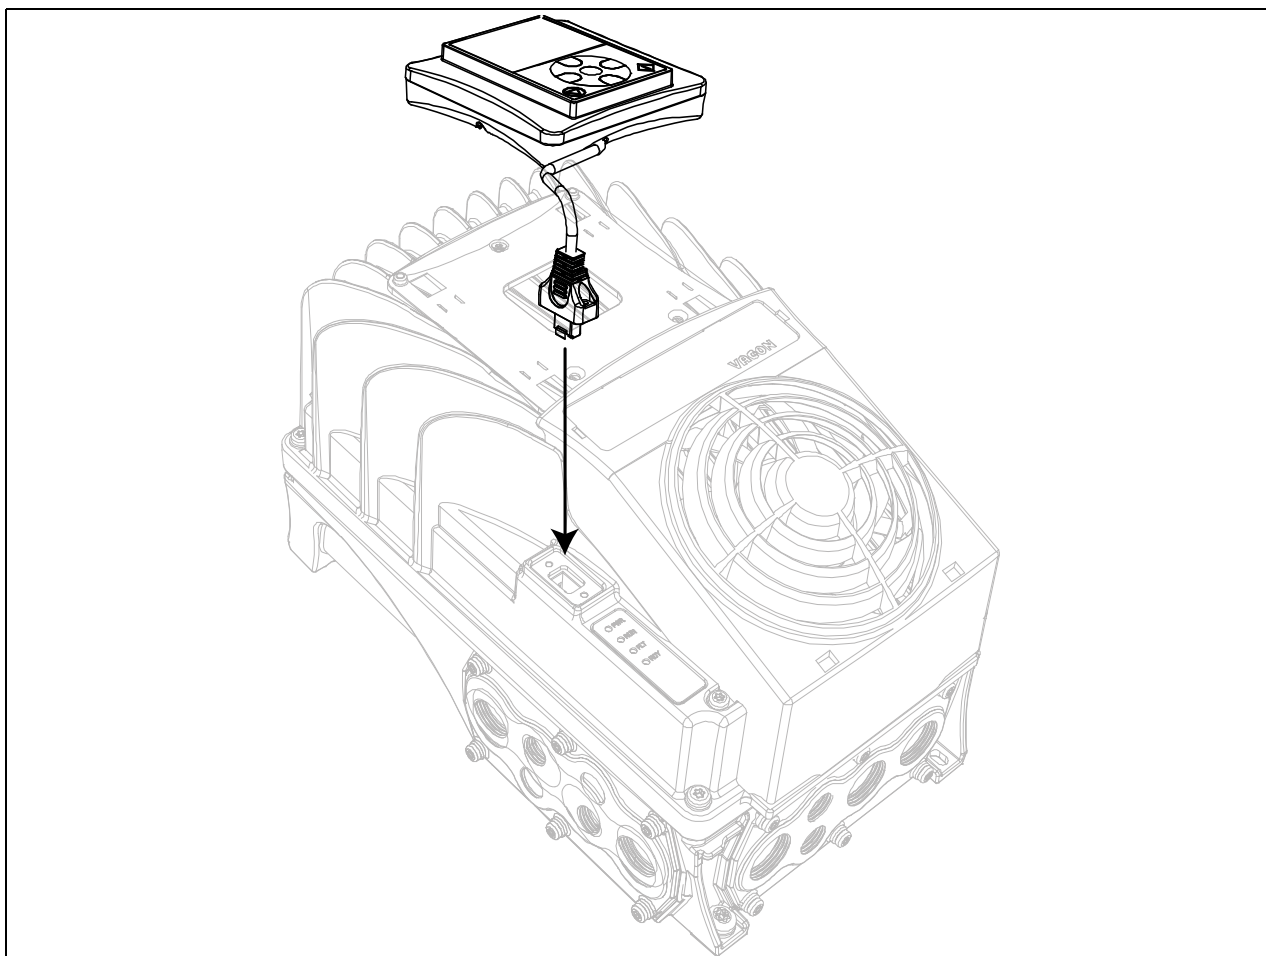
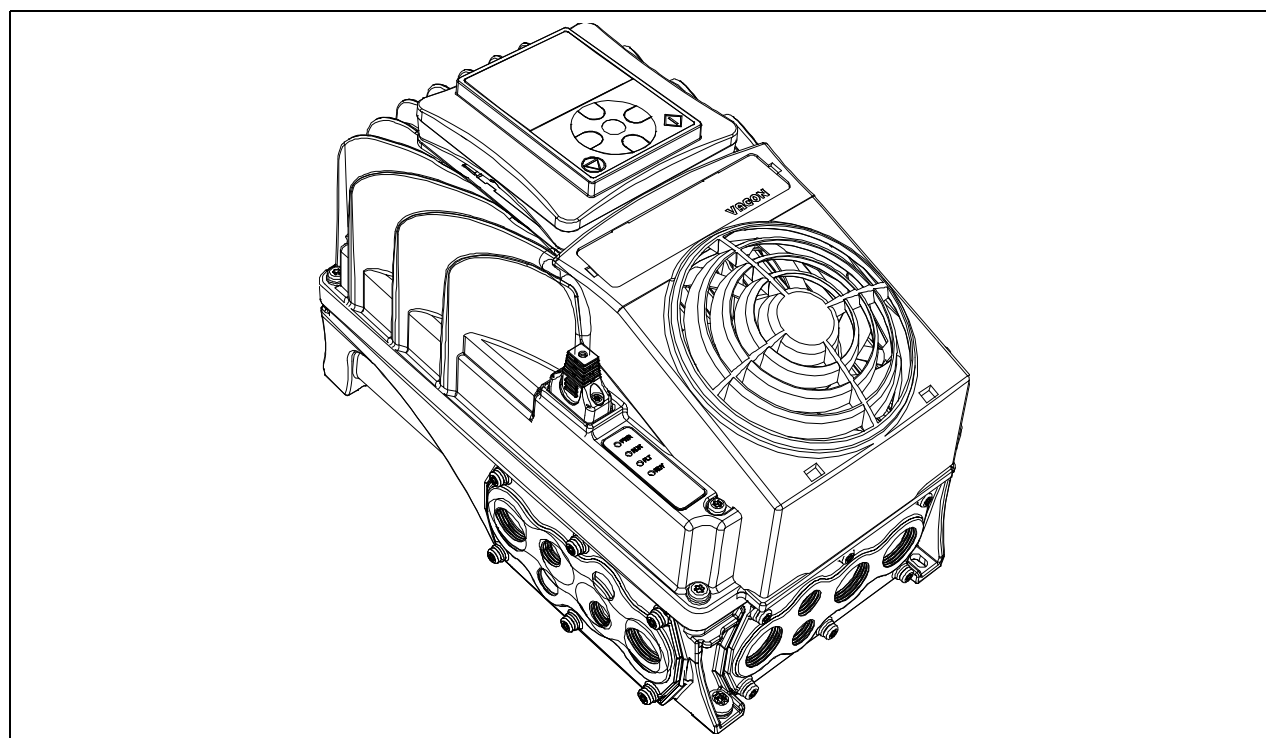

Figura 55. Montaggio del pannello.
Figura 56. Pannello montato sull'inverter.
- Collegare il pannello all'inverter connettendo il cavo al connettore HMI come mostrato in Figura 55 e in Figura 56.